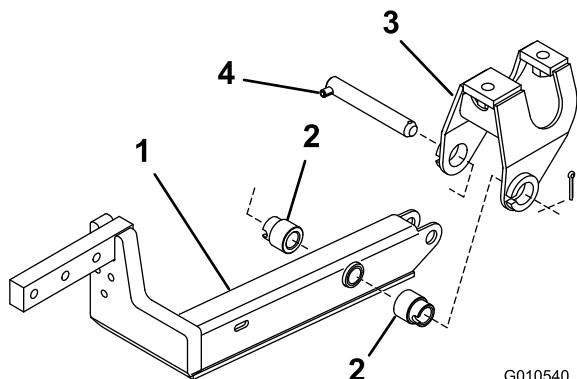

図 2
4. ピボットブラケットに、昇降アームを取り付ける；スペーサ（2個）、ピボットピン（1本）、とコッターピン（5/32 x 1-3/4 インチ）を使用する。昇降アームを、曲がった部分が外側を向くようにして取り付ける。（図 2）